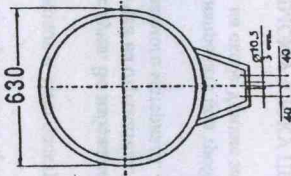

Рис.1
1.1. Проекторы общего назначения ГО07-700-001 (рис.1) с разрядными лампами типа высокого давления типа ДРИ предназначены для освещения площадей, фасадов зданий, архитектурных памятников, строительных площадок и других открытых пространств.